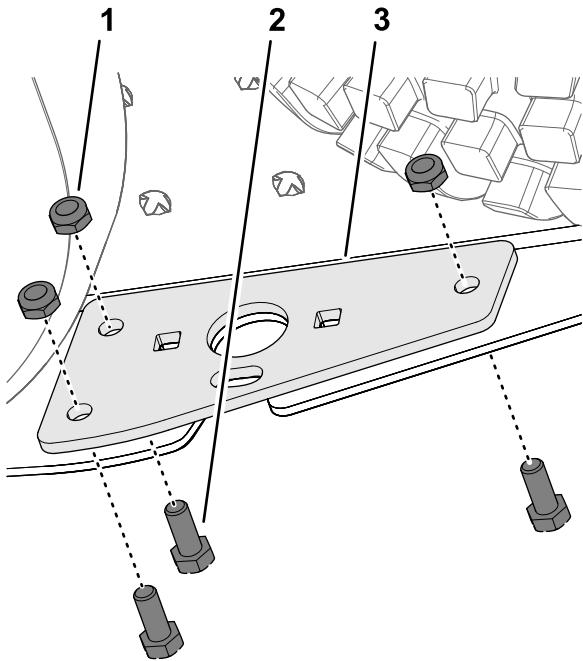

图 9
6. 用 3 个六角头螺栓 $5/16 \times \frac{3}{4}$ 英寸和 3 个锁紧螺母 $5/16$ 英寸将枢轴支架组装到脚踏板 图 9。